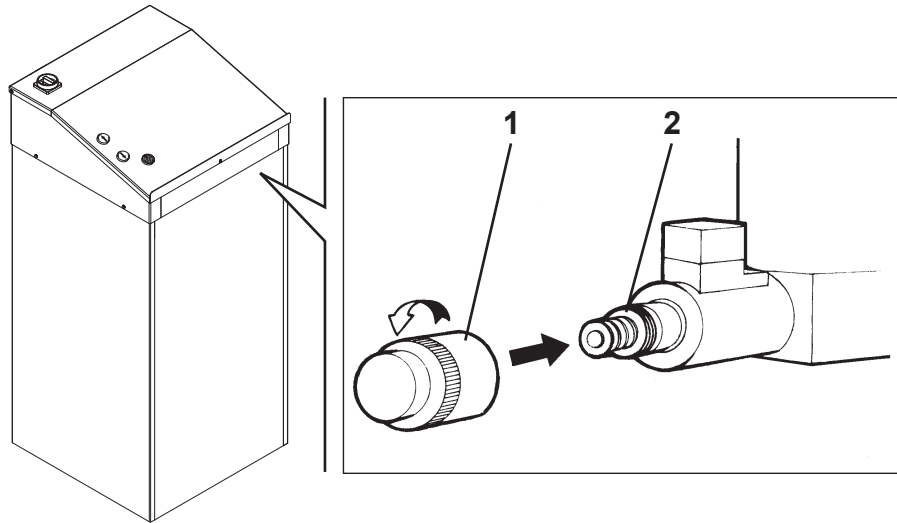

Fig. 32
- aprire la valvola di discesa manuale prima svitando il tappo di protezione (1) (Fig.32), poi premere sul dispositivo (2).
- Open the manual drop valve by unscrewing the protection cap (1) (Fig.32) and then pressing device (2).
- Das manuelle Absenkenventil öffnen, indem zuerst der Schutzstößel (1) (Fig.32) losgeschraubt und dann die Vorrichtung (2) betätigt wird.
- Ouvrir la valve de descente manuelle en dévissant d'abord le bouchon de protection (1) (Fig.32) et en appuyant ensuite sur le dispositif (2).
- abra la válvula de descenso manual desenroscando el tapón de protección (1) (Fig.32) y, luego apriete el dispositivo (2).